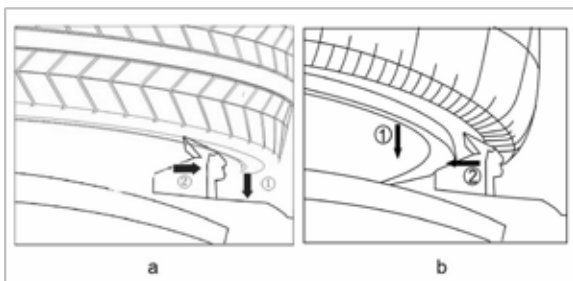

Fig.15
- En cas de serrage à l'intérieur, (fig.15-a), enfoncer la pédale D, afin de fermer les mâchoires puis placer la roue sur le plateau et appuyer sur la pédale C pour ouvrir et serrer la jantes par l'intérieur.
- En cas de serrage par l'extérieur, (fig.15-b), écarter les mâchoires vers l'extérieur (2-3cm loin du bord de la jante), et placez la roue sur le plateau, appuyez sur la jante en prenant soins de contrôler le positionnement des mors soient a proximités du bord de la jante, puis enfoncer la pédale D afin de serrer la jante, lors de la phase de serrage verifier que les 4 mors se presentent correctement comme Fig.15-b.